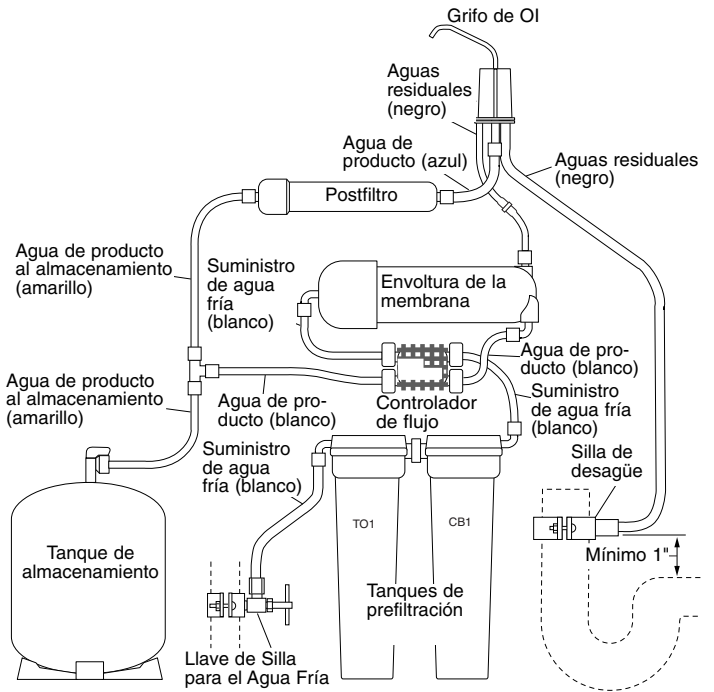

Figura 5: Disposición de la tubería sin el Monitor TDS
- Conecte el extremo libre del tubo negro de 1/4" fuera del grifo al accesorio de compresión que sale directamente de la envoltura de la membrana de OI (ver Figura 5).